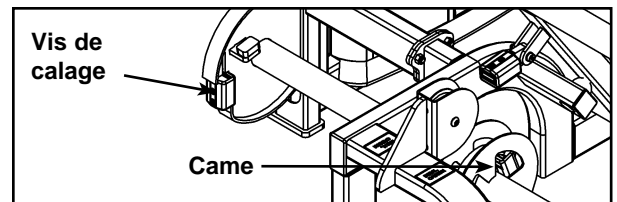

Figure 1
- Faites pivoter la came et détachez la courroie de pile de poids de la came (en desserrant les deux vis de calage situées sur la pince de courroie à l'aide d'une clé Allen de 7/32 po). Reportez-vous à la figure 1.
- O. Rattachez la courroie de pile de poids (retirée à l'étape 4D) à la pince de courroie de la came. Reportez-vous à la figure 1.